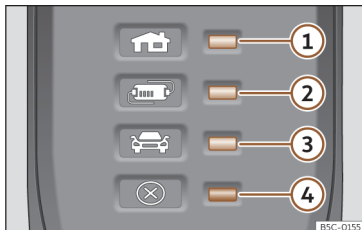

Fig. 211 No cabo de carregamento para tomadas de corrente: Luzes de controle do dispositivo de proteção.
»» Fig. 211:
O dispositivo de proteção eletrônico »» Fig. 211 faz com que o conector de carregamento permaneça sem corrente até se ligar na tomada de carregamento do veículo.
Uma ou várias luzes de controle»» Fig. 211
Indicação »» Fig. 211	Significado
Se a luz de advertência ④ vermelha piscar ou acender sem que se acenda por sua vez de forma permanente uma luz de controlo >>> **Fig. 211** ①, ② ou ③ o indicador de funcionamento, há uma avaria.
Indicação >>> Fig. 211	Significado